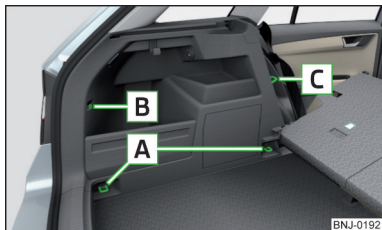
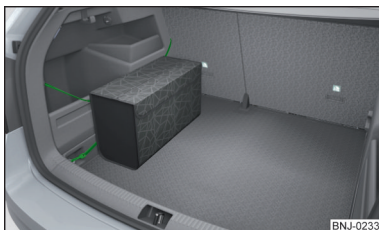

Bild 94
Bild 97
Översikt över fästelement » bild 94
- Förankringsöglorna A » bild 94 på sidan 82 kan inte användas för att fästa nät om det variabla lastgolvet befinner sig i den övre positionen » sidan 87¹⁾.
Fickan » bild 97 kan fästas på fästelementen **A**, **B** och **C** » bild 94 på sidan 82.